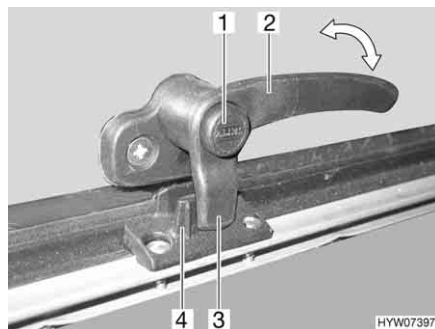
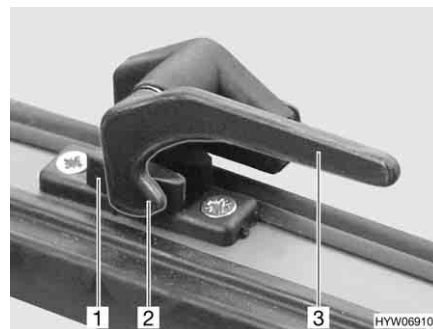

Fig. 73 Alavanca de trava com botão de segurança na posição "Fechada"
Fig. 74 Alavanca de trava na posição "Fechada"
- Se disponível, prima o botão de segurança (Fig. 73,1) e mantenha-o premido.
- Gire a alavanca de trava (Fig. 73,2 ou Fig. 74,3) um quarto de volta na direção do meio da janela.
- Gire a alavanca de trava (Fig. 73,2 ou Fig. 74,3) um quarto de volta em direção à moldura da janela. A ponta de trava (Fig. 73,3 ou Fig. 74,2) na alavanca de trava fica completamente assente na parte de dentro do dispositivo de bloqueio da janela (Fig. 73,4 ou Fig. 74,1).
- Na posição "Bem fechada" (Fig. 73 e Fig. 74)